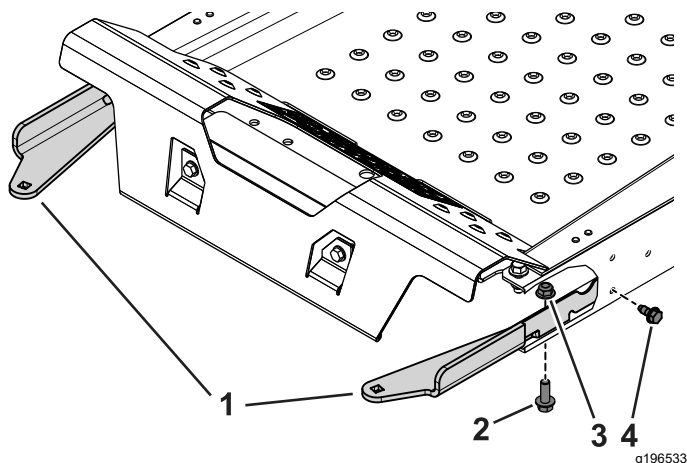

Figure 3
2. Fixez les supports de logement de masse gauche et droit sur la machine à l'aide des 2 boulons autotaraudeurs ($\frac{5}{16}$ " x $\frac{3}{4}$ "), des 2 boulons ($\frac{3}{8}$ " x $1\frac{1}{4}$ ") et des écrous à embase ($\frac{3}{8}$ ") (Figure 3).